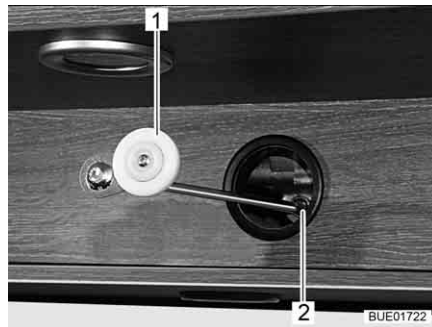

Bild 112 Mekanisk betjäning, drev
- Stick den medföljande veven (Bild 112,1) eller insexnyckeln i hållaren vid motorn (Bild 112,2).